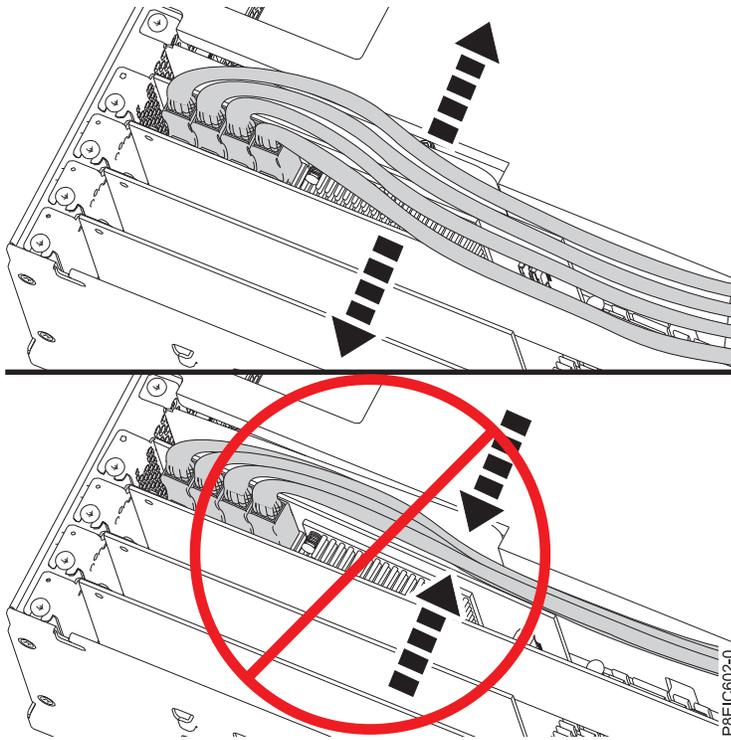

Figura 52. Direccionamiento del cable de señal de la unidad de disco
- f. Pase los cables de señal de la unidad de disco por la parte superior de los adaptadores PCIe para que los cables no dañen los adaptadores. No pase los cables entre los adaptadores. Reparta los cables para asegurarse de que la cubierta de acceso de servicio se puede cerrar sin pellizcar los cables. Consulte la Figura 52 en la página 47 si desea un ejemplo sobre cómo direccionar los cables por la parte superior de los adaptadores PCIe. Las conexiones de cable pueden diferir de Figura 52 en la página 47, pero la forma como se direcciona el cable en la parte superior de los adaptadores PCIe no diferirá.